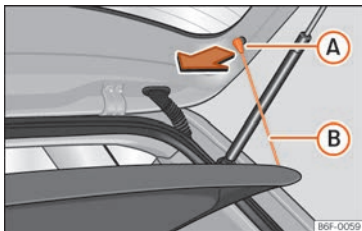

Abb. 162 Im Gepäckraum: Gepäckraumabdeckung aus- und einbauen.
- Hängen Sie die Haltebänder »» Abb. 162 (B) aus den Aufnahmen (A) aus.
- Hängen Sie die Haltebänder »» Abb. 162 (B) an der Heckklappe ein.